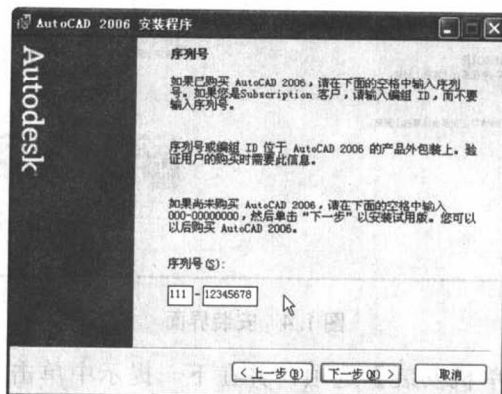

图 1.7 【序列号】对话框
(4) 单击【下一步(N)>】按钮，弹出图 1.7 所示【序列号】对话框。在【序列号(S)】下面的文本编辑框中，输入随着所购 AutoCAD 2006 软件一起提供的产品序列号。